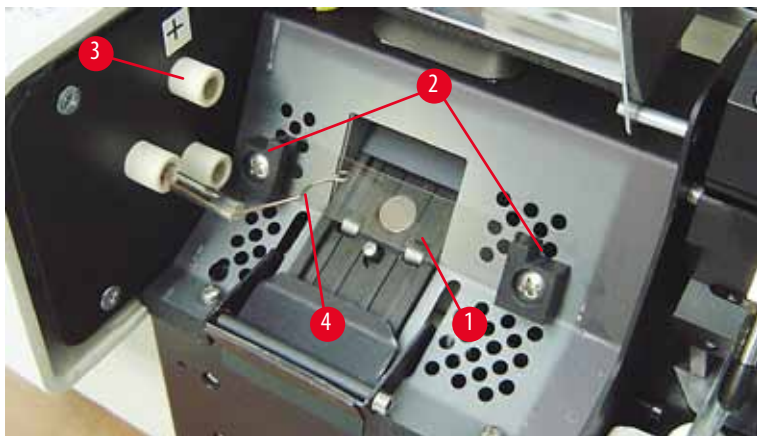

Рис. 17
5. Следите за тем, чтобы контактная пружина (→ "Рис. 16-2") отсоединилась от запальной нити (→ "Рис. 17-4") лампы (см. также (→ "Рис. 17") и (→ "Рис. 18-1")).